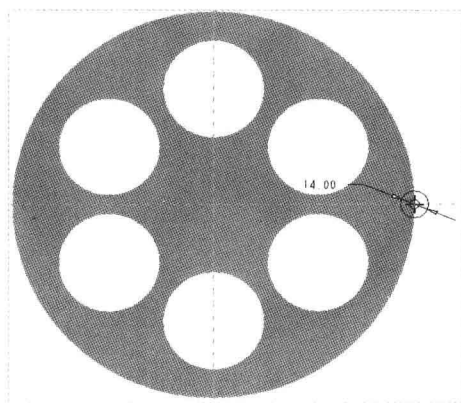

图 17-48 绘制截面 1
Step 01 在“功能区”选项板的“模型”选项卡中，单击“形状”面板中的“拉伸”按钮, 弹出“拉伸”选项卡，在绘图区选择模型的顶面作为草绘平面，进入草绘环境；单击“草绘”选项卡中的相应按钮，绘制截面，如图 17-48